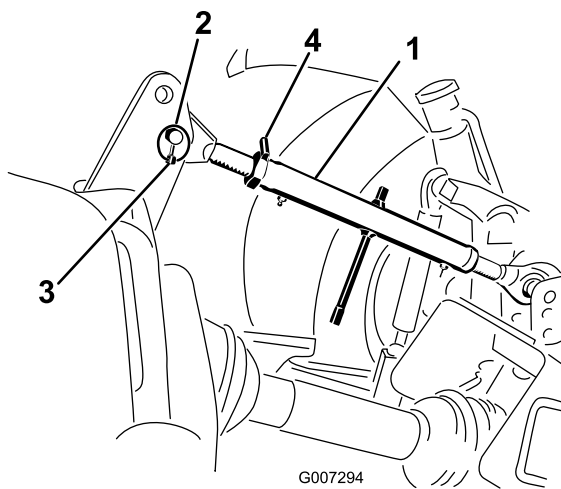

图 8
1. 将上连杆连接到支架中的下孔并用连杆销和保险销将其固定图 8。
3. 旋转上连杆将其紧固。调节连杆直至机器前部的机架垂直图 8。